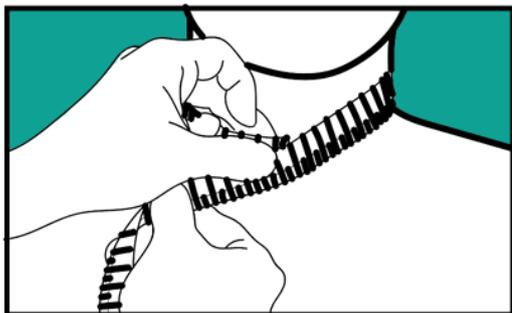

FIGURA 1
Para evitar essa possibilidade sugerimos que as medidas do perímetro do pescoço estejam compatíveis ao tamanho ideal do ELMO conforme demonstrado na Figura 1.
1. Usando uma fita métrica flexível circunde-a ao longo do pescoço conforme a figura 1.